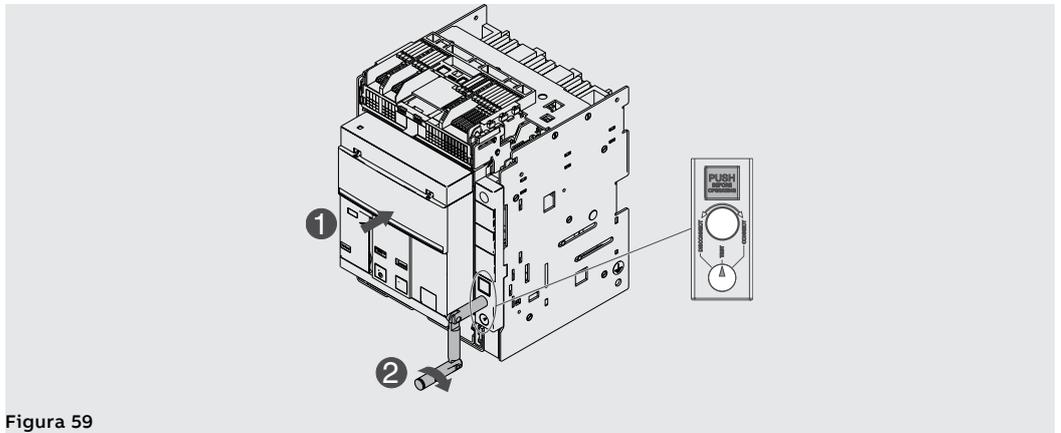

Figura 59
6. Tenere premuto l'interruttore. Ruotare la manovella in senso orario sino a quando il pulsante fuoriesce ed il segnalatore indica che l'interruttore è in posizione **TEST**. Vedi Figura 59.